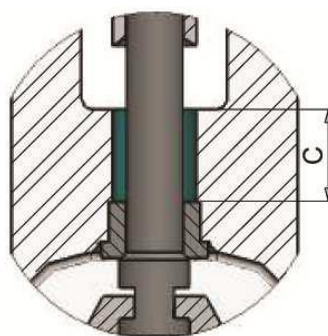

Figura 05
- 2) Para determinar a quantidade de gaxeta: Medir a profundidade da câmara da gaxeta (C) conforme figura 05 e dividir peça seção da gaxeta (X), que será a quantidade de gaxeta ( $C / X$ ).